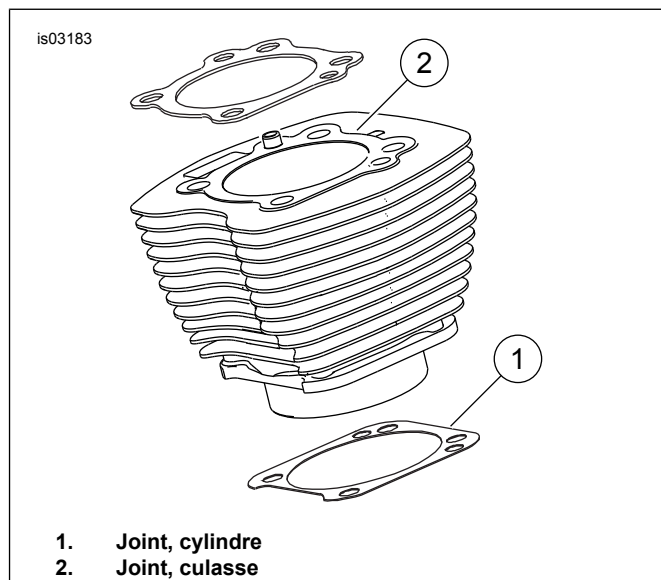

Figure 1. Joints de cylindre
- Consultez Figure 1 . Le joint de cylindre (1) de 103,1 mm (4,060 po) et le joint de culasse (2) éliminent le besoin de joints toriques. Ne pas utiliser de joints toriques sur les doigts de positionnement de cylindre ou les embouts mâles de cylindre.
- Au moment d'installer le nouveau joint de cylindre (1), installer le côté avec relief vers le bas et le côté concave vers le haut.